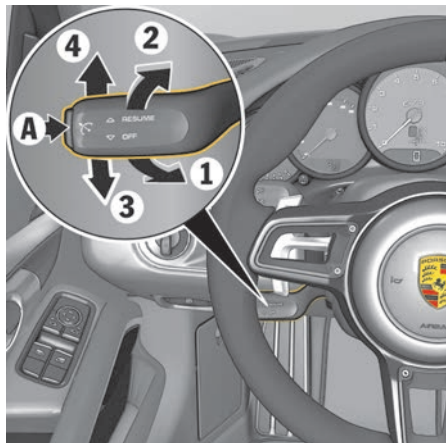

Fig. 209 : Levier de commande du Tempostat
- ▶ Pour augmenter la vitesse, poussez le levier de commande au volant vers l'avant (fig. 209 à la page 275 : 1).
- ▶ Pour réduire la vitesse, tirez le levier de commande vers le volant (fig. 209 à la page 275 : 2).
- ▶ Poussez le levier de commande vers le bas (fig. 209 à la page 275 : **3**)
- ▶ Poussez le levier de commande vers le haut (fig. 209 à la page 275 : **4**).